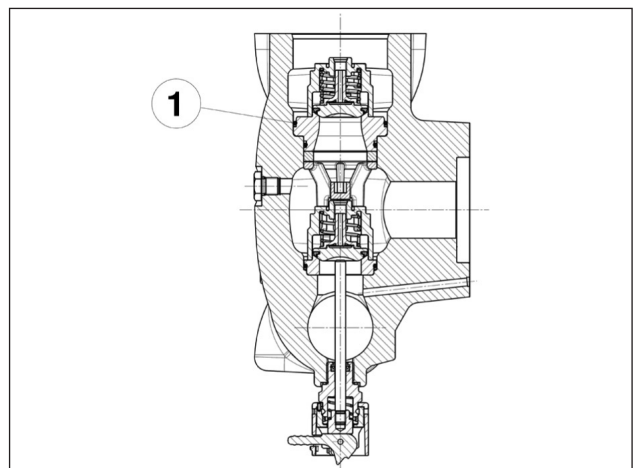

Abb. 122
**Achten Sie besonders auf das Einsetzen des O-Rings Pos. ①, Abb. 122. Verwenden Sie das Werkzeug Art. 27516000, damit der O-Ring beim Einsetzen nicht reißt.**